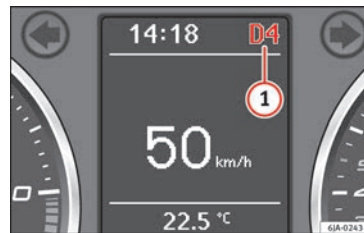

Fig. 178 Pantalla informativa: posiciones de la palanca selectora.
La posición actual de la palanca selectora se indica en la pantalla del cuadro general de instrumentos  **»** fig. 178.
- En la posición **D** empuje la palanca selectora hacia la derecha. La posición elegida de la palanca selectora se indica en la pantalla del cuadro general de instrumentos junto con la marcha engranada **(1) » fig. 178.**